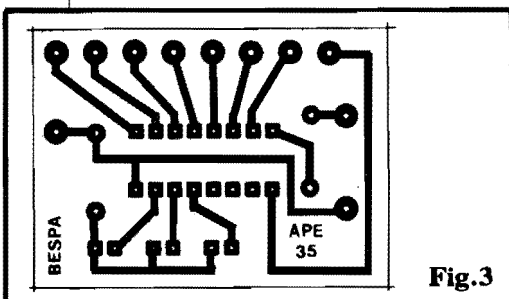

Fig.3
- FIG. 3 - COMPONENTES E INFORMAÇÕES DE PINAGEM - A esquerda da figura o Leitor encontra os dados "visuais" quanto ao Integrado 7485 (que ainda não foi utilizado em montagens de APE, portanto merece uma "avant
- FIG. 3 - LAY OUT DO CIRCUITO IMPRESSO - Em tamanho natural (escala 1:1) a figura
- FIG. 3 - "CHAPEADO" DA MONTAGEM - A placa, agora, é vista pelo seu lado não cobreado, todos os principais componentes já posicionados e identificados (quanto aos seus códigos, valores, polaridades, etc.). ATENÇÃO MÁXIMA às colocações do Integrado, transistores, diodos e capacitores eletrolíticos (já que são componentes polarizados, não podendo ser ligados ao circuito em situação diferente da mostrada...). Também o pequeno transformador merece especial atenção no seu posicionamento, devendo o Leitor/Hobbysta notar a identificação do seu primário, codificado pela tal "pinta vermelha" (indicada no "chapeado"...). Notem ainda que as (poucas) conexões externas à placa têm seus pontos de ligação codificados, na forma de ilhas/furos periféricos claramente identificados...